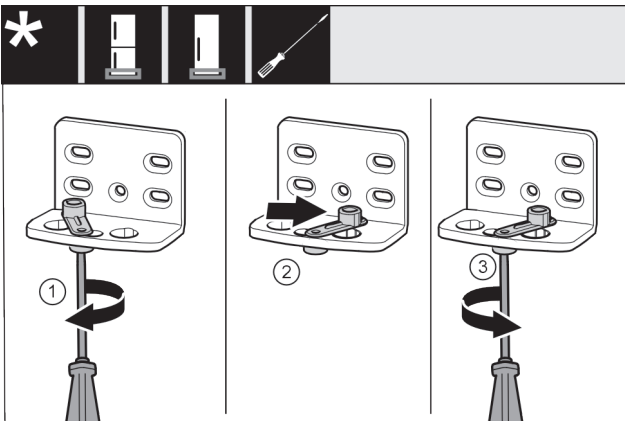

Fig. 15
- Avaa ruuvi Fig. 15 (1) ruuvimeisselillä.
- Nosta oven sulkemisapua Fig. 15 (2) ja käännä 90° oikealle reikään.
- Kierrä ruuvi Fig. 15 (3) kiinni ruuvimeisselillä.